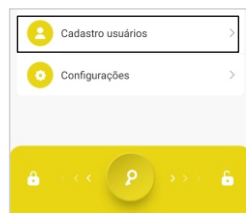

Figura 17
2. Esteja próximo ao porteiro S500 e com seu smartphone conectado ao porteiro. Na tela inicial do porteiro, no aplicativo, localize e clique na opção "**Cadastro usuários**" (figura 17).